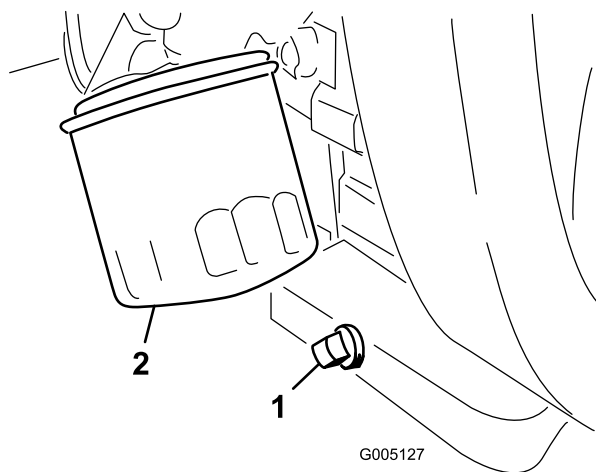

Figura 45
1. Retire o tampão de escoamento (Figura 45) e deixe o óleo escorrer para um recipiente adequado. Quando o óleo parar, volte a montar o tampão de escoamento.